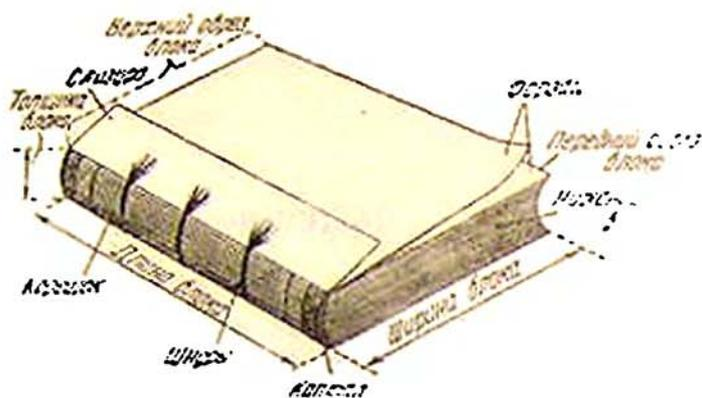

Рис. 7. Детали блока
**Книжный блок**—это скомплектованные, сшитые и обрешенные с трех сторон тетради книги, не одетые еще в переплетную крышку (рис. 7). Отдельные части книжного блока имеют укрепившиеся за ними названия. Если блок положить прямо перед собой так, чтобы текст в нем можно было читать слева направо, то плоскость, левой боковой грани блока, которая образуется из сгибов тетрадей, называется **корешком** книжного блока; плоскость противоположной грани—**передним обрезом** книжного блока; плоскость верхней грани—**верхним обрезом** блока, или «**головкой**»; плоскость нижней грани—**нижним обрезом** блока, или «**хвостиком**». Эти же названия сохраняются для соответствующих сторон каждой отдельной тетради, а также и для переплетенной книги.